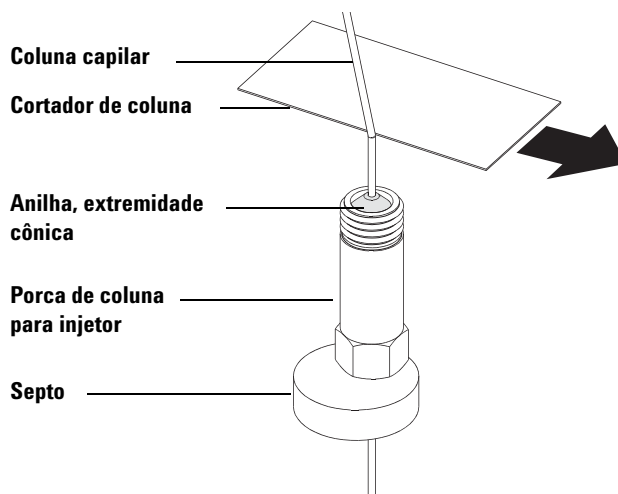

Figura 3 Preparação de uma coluna capilar para instalação
- 2 Utilizando luvas limpas, pressione a coluna através do septo (isso exige um pouco de pressão). Em seguida, deslize a porca da coluna e a anilha condicionada na extremidade livre da coluna. (Consulte Figura 3). A extremidade cônica da anilha deve ficar em posição inversa à porca da coluna.